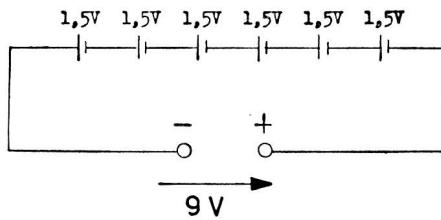

Fig. 20
**4. Die Batterie.** Elektrolytische Elemente haben den Nachteil, dass sie nur kleine Spannungen erzeugen können (1,5 oder 2 V). In der Praxis werden aber vielfach höhere Spannungen benötigt. Man hilft sich nun dadurch, dass man mehrere Elemente zu einer Batterie vereinigt. Zu diesem Zweck werden alle Elemente in Serie geschaltet (Fig. 20).